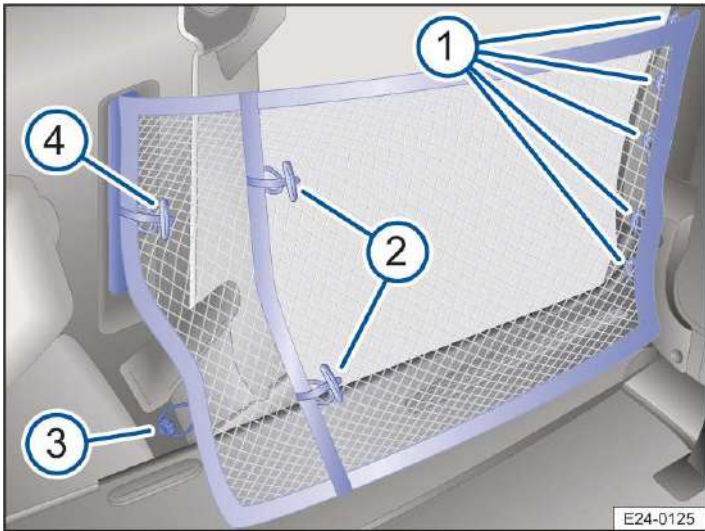

Abb. 2 Rückhaltenetz eingehängt bei aufgestellter Trennwand.
→ Abb. 2 (2).
3. Bei Verwendung in aufgestellter Position: Die Halteösen in die Halterungen am Sitzgestell → Abb. 2 (1) einhängen.
4. Hinteren unteren Teil des Rückhaltenetzes in die Halterung am Seitenteil → Abb. 2 (3) einhängen.